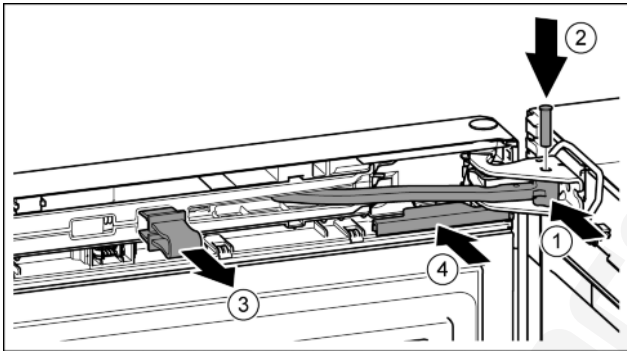

Fig. 24
- ▶ Forgassa a csapágybakba a csuklót. Fig. 24 (1)
- ▶ Helyezze be a csapágybakba és a csuklóba a csapszeget. Közben ügyeljen közben arra, hogy a bekattanó bűtyök megfelelően illeszkedjen a horonyba. Fig. 24 (2)
- ▶ Vegye le a biztosítékot. Fig. 24 (3)
- ▶ Tolja fel a fedelet. Fig. 24 (4)